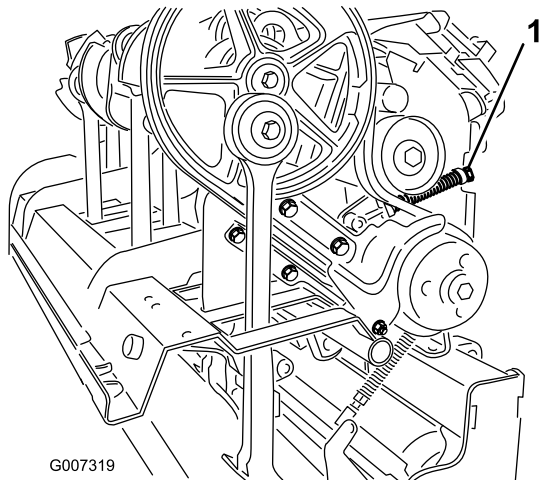

图 38
4. 要释放怠轮弹簧张紧力应松开固定弹簧定位器图 38 的锁紧螺母并旋转弹簧定位器。